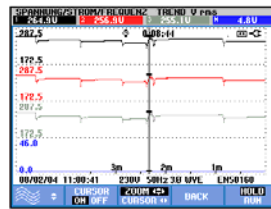

Abbildung 17-6. Trendanzeige mit Cursor und aktiviertem Zoom
- Drücken Sie F3 zum Aktivieren der Pfeiltasten für die Zoom-Funktion. Jetzt können Sie mithilfe der Pfeiltasten nach links/rechts die Trends in horizontaler Richtung vergrößern oder verkleinern, wie in Abbildung 17.6 gezeigt. Für die vertikale Richtung stehen Ihnen die Pfeiltasten nach oben/unten zur Verfügung. Bei aktiviertem Cursor ist dessen Position der symmetrische Mittelpunkt des horizontalen Zoom, bei deaktiviertem ist es die rechte Bildschirmkante. Der vertikale Zoom orientiert sich immer an der Mitte des Bildschirms.